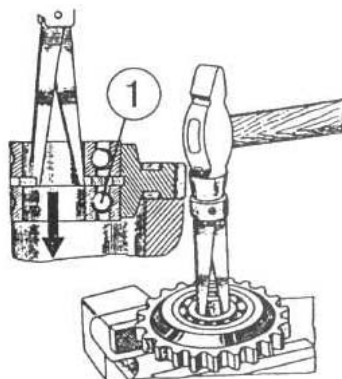

Рисунок 4.43
- д) выпрессуйте подшипник 1 (рисунок 4.43) из шестерни;